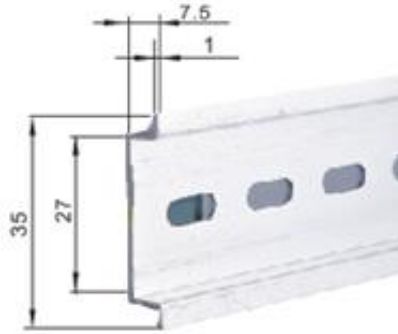

图1 TH35-7.5 (1.0) 型标准导轨
- 安装在TH35-7.5（1.0）标准导轨上（见图1）；
(3) 正常的贮存条件